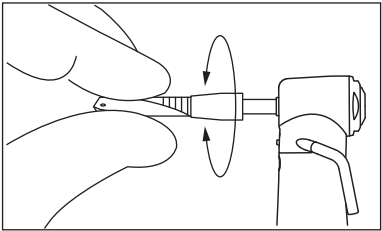

Рис. 2
- 2) Слегка поверните бор, чтобы он до конца установился в зажимном механизме. (Рис. 2)